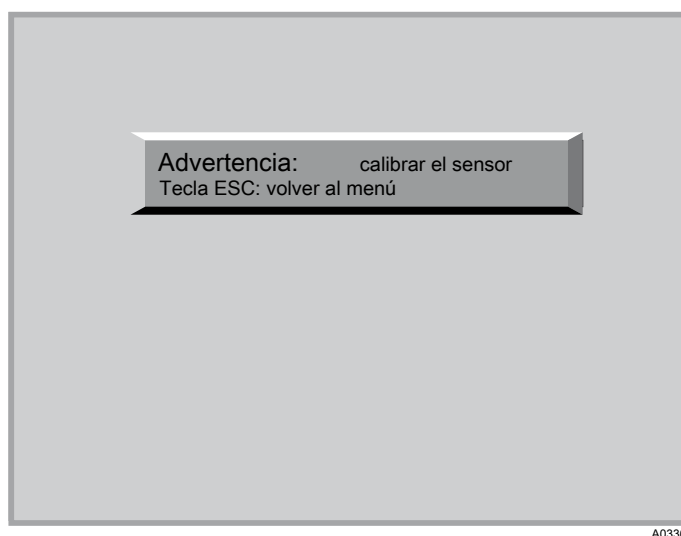

Fig. 23: Pulse la tecla ESC
3. ➤ Ahora deberá calibrar de nuevo la magnitud de medida »cloro libre,« ver Fig. 23